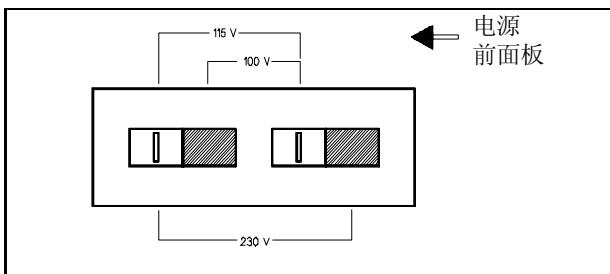

图 2, 线电压选择器 (设置为 115 Vac)
- 设置印刷电路板上的线电压选择器开关的两个选项，以获得所需的线电压（参见图 2）。